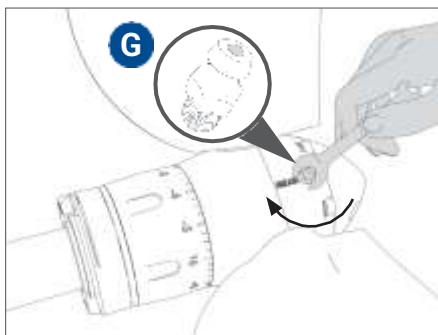

FIG. 43 Vissage du graisseur "G"
- Visser le graisseur **G** fourni avec l'hélice dans le trou (**Fig. 43**).